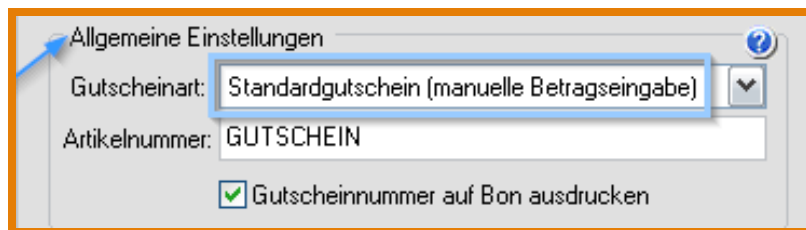

Abbildung 5.20: Standard-Gutschein einstellen
a) **Standardgutschein** Beim Standardgutschein wird lediglich der Gutscheinbetrag erfasst. Dies ist die einfachste Variante, wenn z. B. vorproduzierte Gutscheinkarten Verwendung finden. Den Standardgutschein aktivieren Sie unter 'Allgemeine Einstellungen' durch die Option 'Standardgutschein (manuelle Betragseingabe)', siehe Abbildung 5.20.